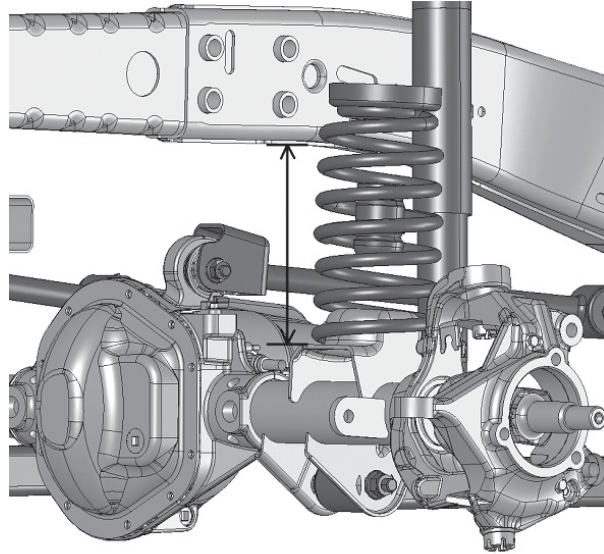

Abb. 4
1. Messe von der Unterseite des Rahmens bis zur Oberseite des Federsitzes (Abb. 4). Viele Aufhängungen variieren je nach Fahrzeugoptionen, Zubehör und Fertigungstoleranzen von der angegebenen Höhe. Wir empfehlen, die Höhe deines Fahrzeugs zu messen, auch wenn du die angegebene Fahrwerkshöhe kennst. Auf diese Weise stellst du sicher, dass du den Nachlauf auf die richtige Spezifikation einstellst.